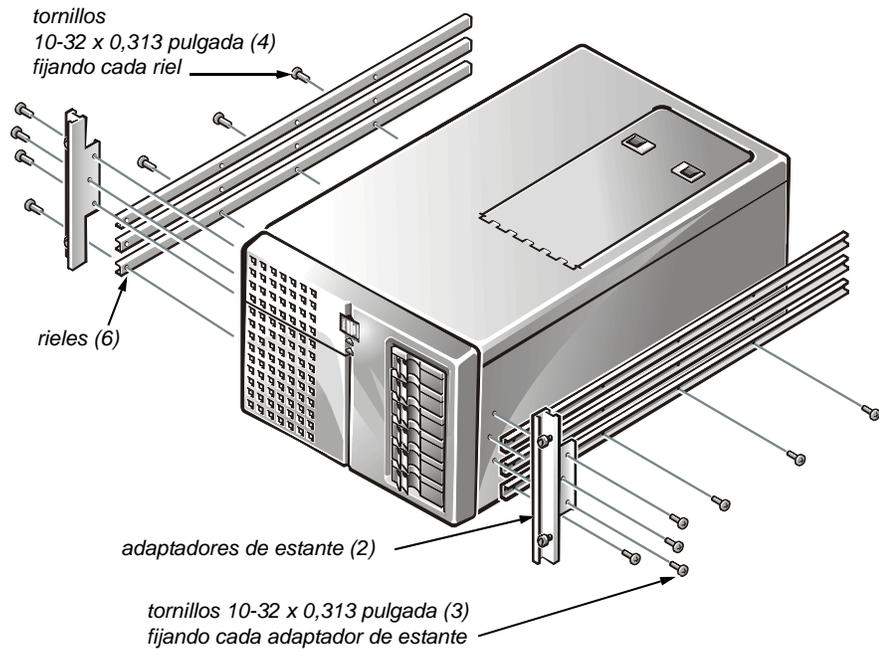

Figura 7. Instalación de los rieles y adaptadores de estante
- a. Tumbé el ordenador sobre su lado izquierdo (vea la figura 7) sobre un trozo de espuma o de cartón (para proteger el ordenador).
3. Instale tres rieles de cada lado del ordenador (vea la figura 7).
4. Instale el adaptador de estante en el ordenador (vea la figura 7).